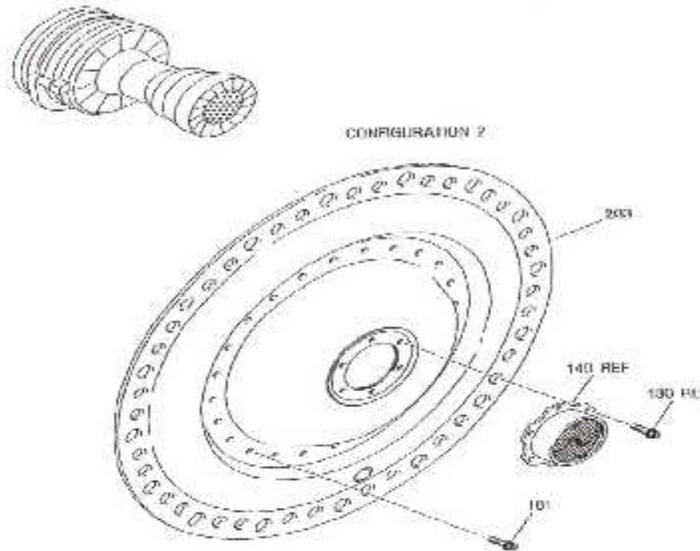

Fig. III. 10: Enlèvement des Brides d'Assemblage.
b. On dépose l'ensemble de bride d'assemblage (fig. III. 10) comme suit :